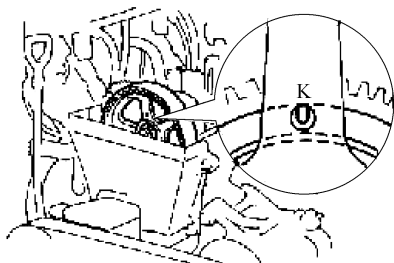

图 1-106 对准正时标记
② 检查凸轮轴正时带轮的“K”记号与轴承盖的正时记号对齐，见图 1-106。
③ 如果没有对齐，将曲轴转动一圈(360°)
① 用专用工具，拆下带轮螺栓。
② 用专用工具拆下带轮。